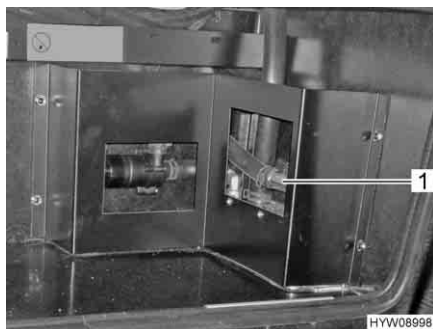

Fig. 103 Scambiatore di calore Alde
**Accensione:** ■ Posizionare la maniglia del rubinetto (Fig. 103,1) parallelamente alla tubazione.
**Spegnimento:** ■ Posizionare la maniglia del rubinetto (Fig. 103,1) trasversalmente rispetto alla tubazione.